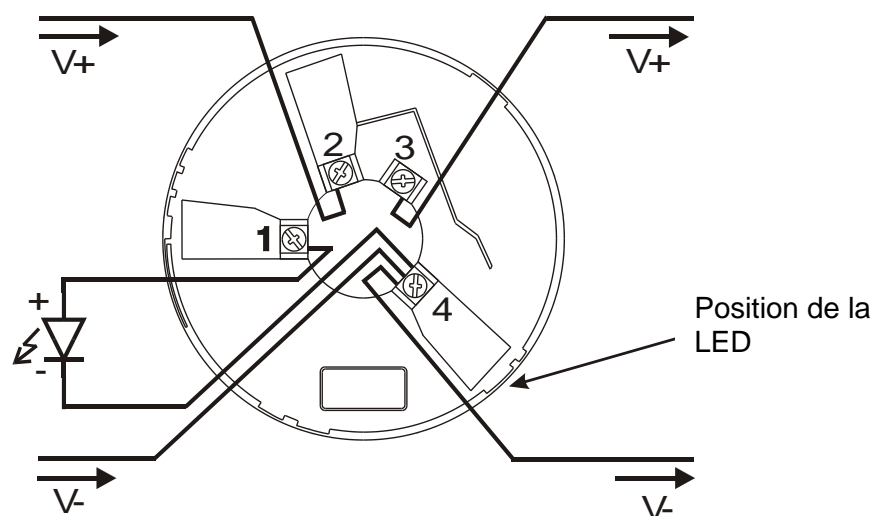

Figure 1 : Raccordement des Socles
**INSTRUCTIONS POUR LE MONTAGE ET LE RACCORDEMENT DES SOCLES (SE REPORTER À LA FIGURE 1)**
La position de la LED du détecteur est à côté de la borne 4 du socle (voir figure 1)